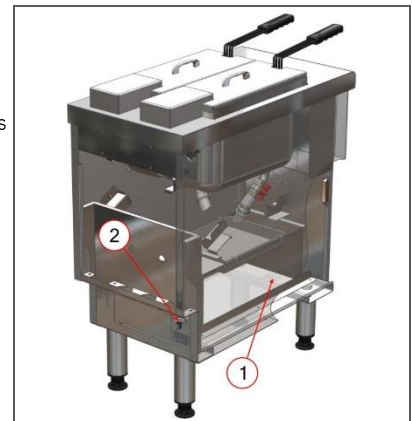

Fig. 3
- Localiser la position du boîtier de raccordement électrique, et de la borne de liaison équipotentielle (Rep. 2 et 3 – Fig. 3).